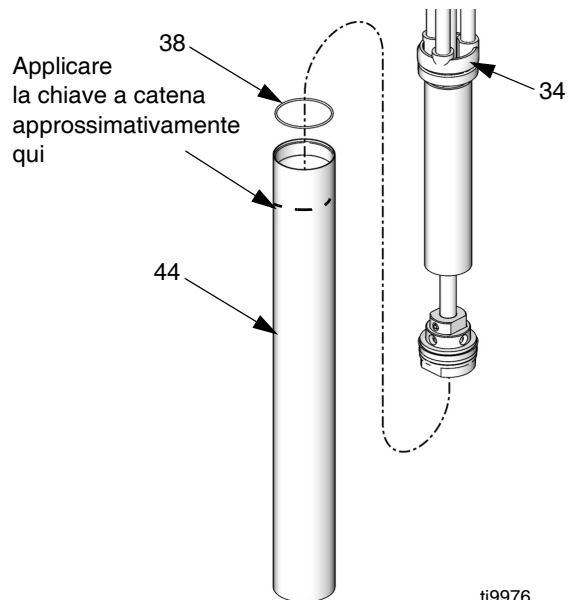

FIG. 18
5. Rimuovere il tubo di aspirazione (44) dal corpo della pompa (34). Vedere FIG. 18.
6. Ispezionare l'anello a O (38) sul corpo della pompa e il tubo di aspirazione. Vedere FIG. 18.